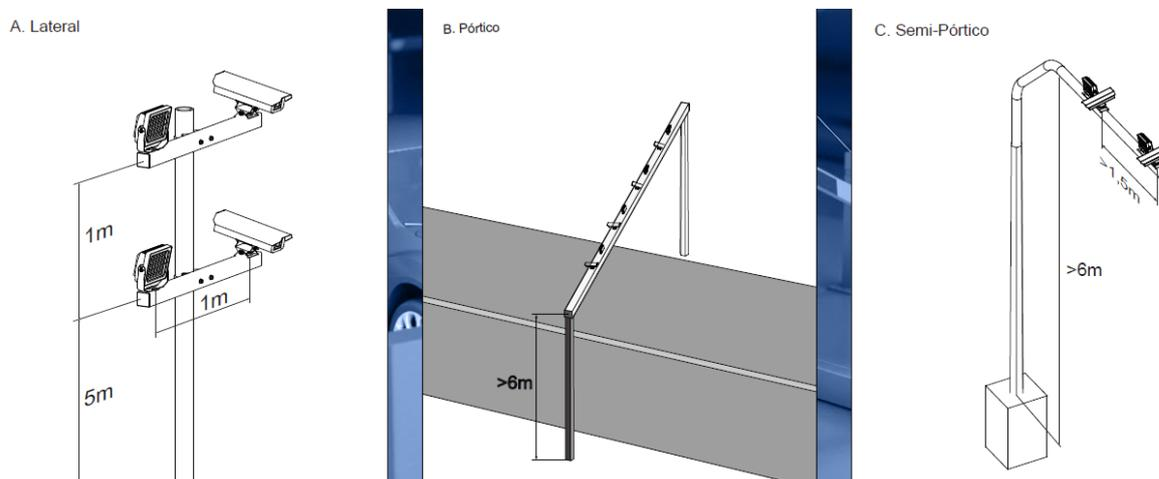

Figura 03 – Exemplos de posicionamento físico
- a) O iluminador infravermelho deve estar fixado com distância da lente da câmera de no mínimo 1 metro, tanto em fixação do tipo lateral, pórtico ou semi-pórtico. Veja figura 03.